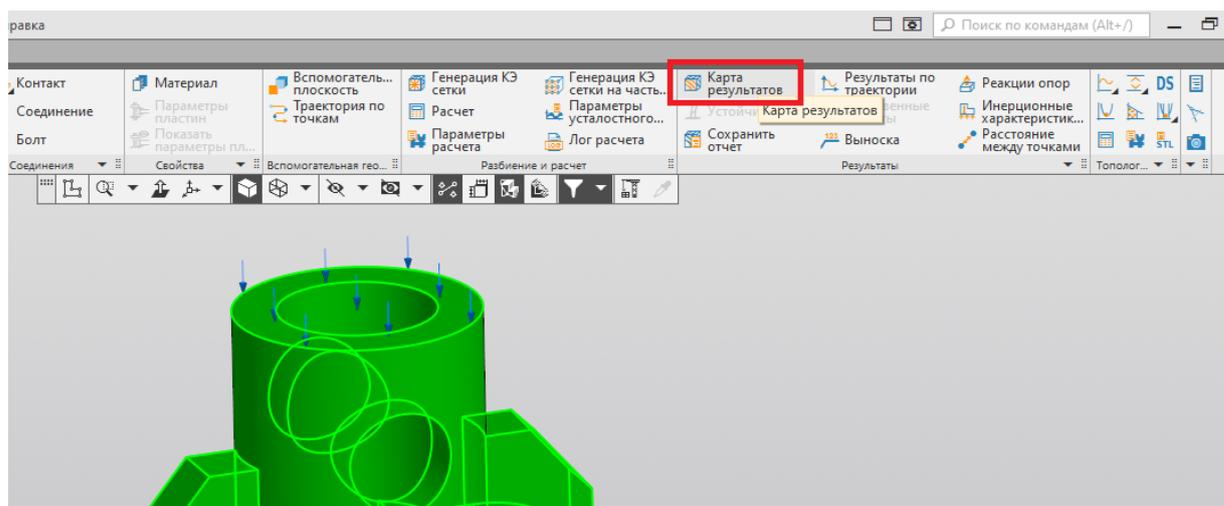

Рис. 172
8. После этого нажимаем команду «Карта результатов» (рис. 172).